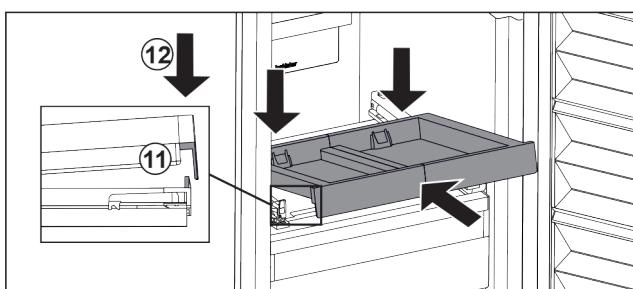

Fig. 103
► Вставьте, наклоняя вниз. Обратите внимание на то, чтобы на обеих сторонах упор был за накладкой. Fig. 103 (11)
► Снимите выдвижную панель спереди. Fig. 103 (12)